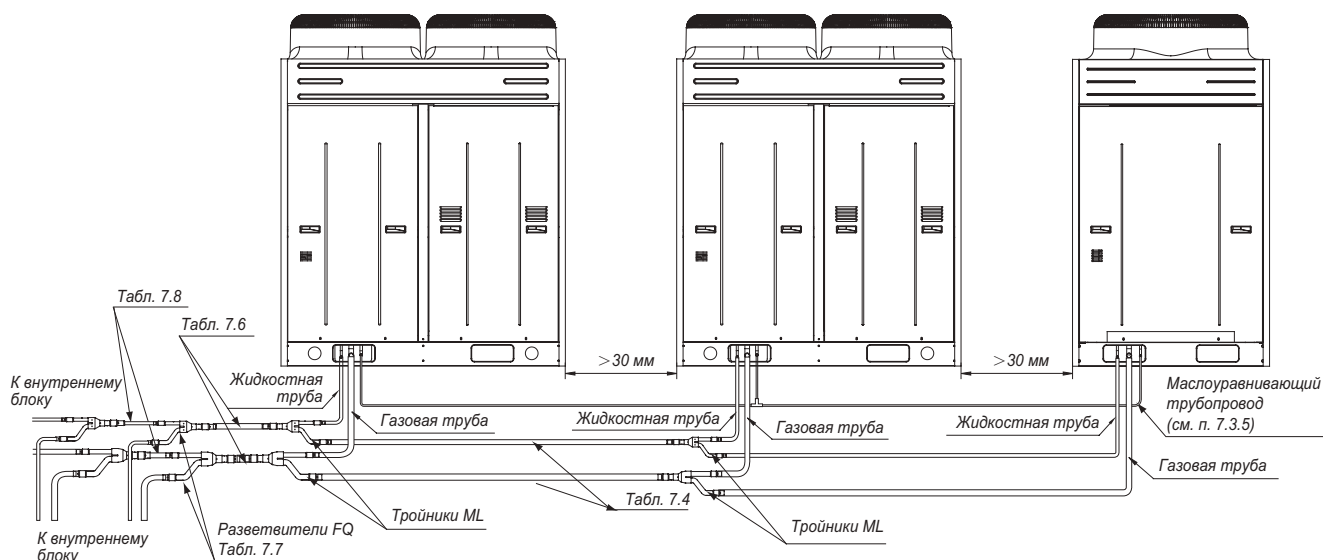

Рис. 7.2.
7.3.1. В системе AERONIK AMV 6 для соединения наружных блоков в один модуль применяются тройники типа ML, а для подключения внутренних блоков – разветвители (рефнеты) типа FQ (рис. 7.2.).